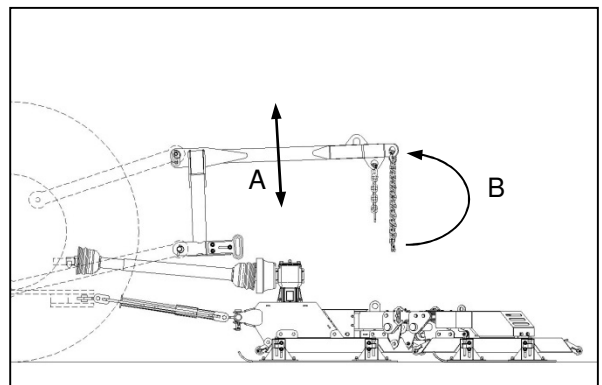

Fig. 3
- ✓ Lift die carrier frame to an acceptable safe working height (Fig. 3-A), and store die lifting chains by looping them back to their attachment points (Fig. 3-B).
- ✓ Lig die draraam tot 'n aanvaarbare veilige werks hoogte (Fig. 3-A), en stoor die opligkettings deur hulle aan hulle hegpunte te haak (Fig. 3-B).